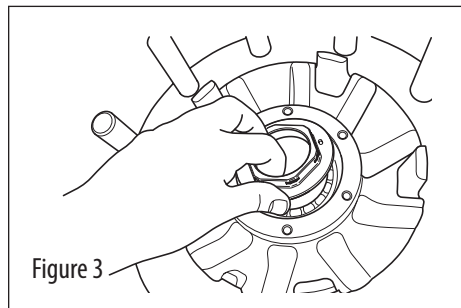

Figure 3
- Placez l'écrou d'axe et la rondelle contre le roulement extérieur (voir figure 3).